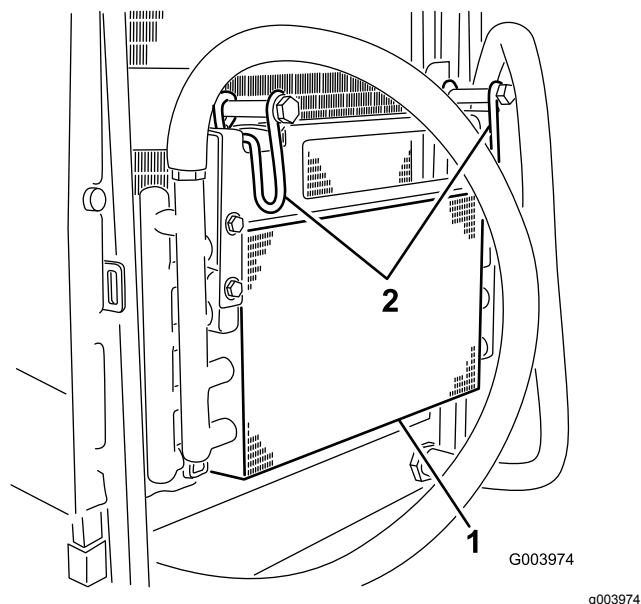

Figure 60
5. Pivotez les attaches vers l'intérieur pour dégager le refroidisseur d'huile (Figure 60).